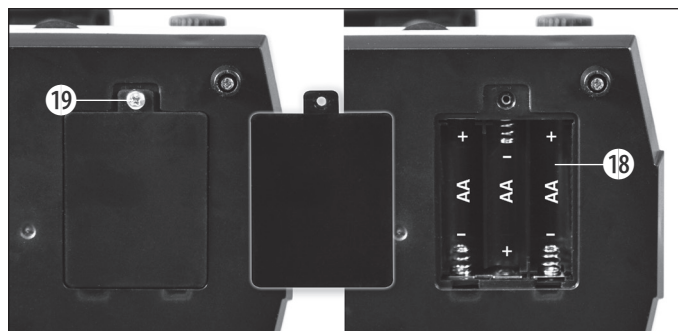

Fig. 5
5. ÉCLAIRAGE ÉLECTRIQUE (FIG. 5)